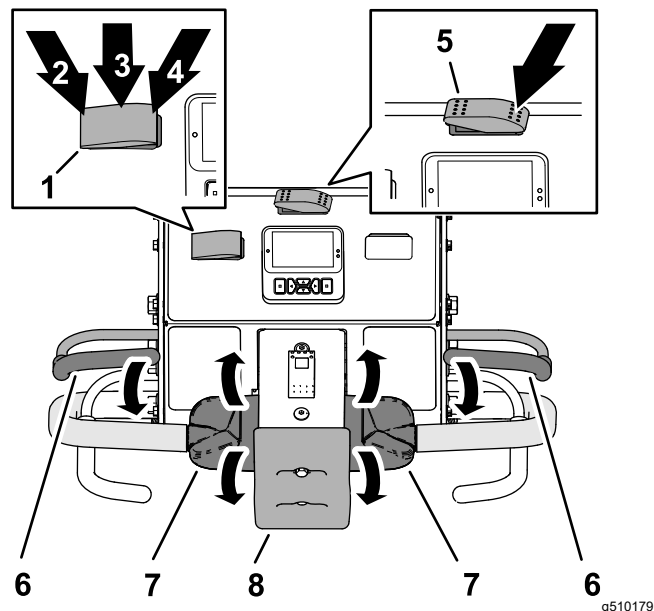

図 74
1. 移動走行・エアレーション切り替えスイッチを移動走行位置にする 図 74。